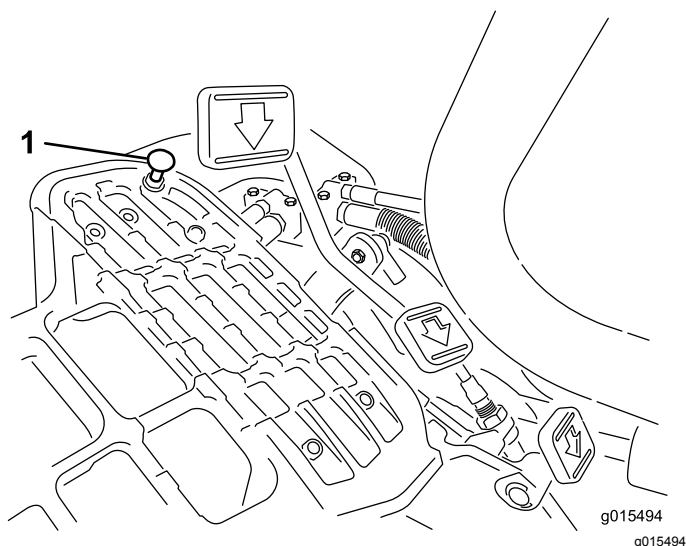

Figura 33
Per ottenere la velocità massima di trasferimento mettete la leva di comando delle funzioni in posizione di TRASFERIMENTO e premete il pedale di trazione. Se il pedale tocca il fermo (Figura 33) prima che avvertiate la tensione sul cavo, effettuate la seguente procedura di regolazione:
1. Spostate la leva di comando delle funzioni in posizione di TRASFERIMENTO e allentate il dado di bloccaggio che fissa il fermo del pedale alla piastra di appoggio (Figura 33).